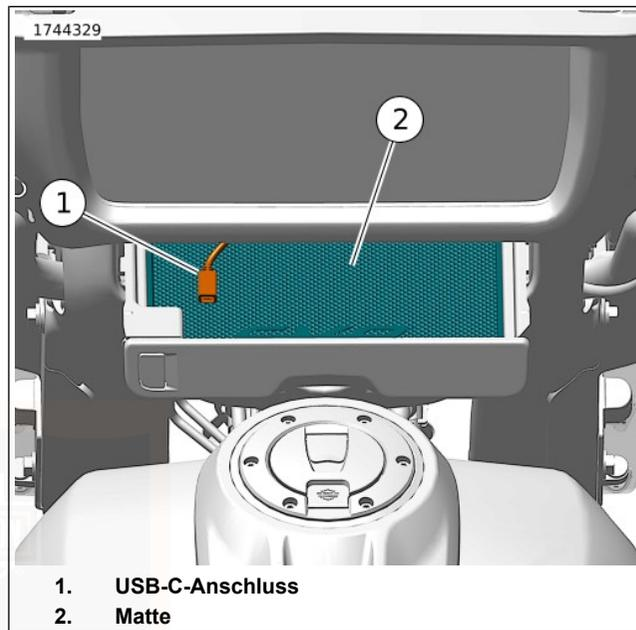

Abbildung 54. Medienfach (offen): Gabelmontierte Verkleidung
USB- oder Mediengerät anschließen: Siehe Abbildung 54. Gerät mit dem USB-C-Anschluss (1) verbinden. Das Gerät auf die gepolsterte Matte (2) legen. Die Klappe des Fachs schließen.